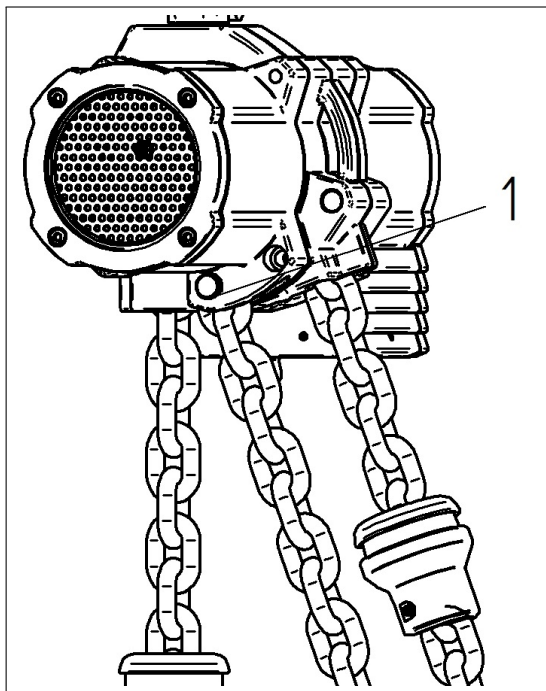

Abbildung 8: Leerstrangbefestigung
An der Leerstrangbefestigung (↔ Abbildung 8 (1)) ist das letzte Glied des Leerkettenstranges (unbelastetes Kettenende) befestigt. Dies dient dazu, dass der Leerkettenstrang nicht so lang herabhängt und so zu den oben aufgeführten gefährlichen Situationen führen kann.